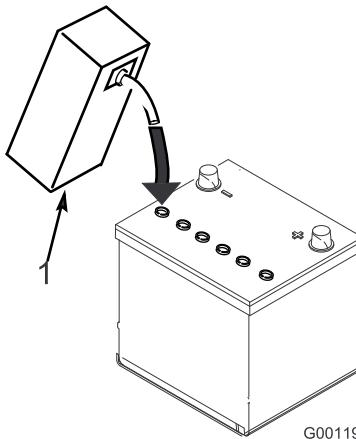

Figura 4
4. Attendete circa 20 o 30 minuti perché le piastre assorbano l'elettrolito. All'occorrenza rabboccate finché l'elettrolito non è a 6 mm circa dalla base della tazza di riempimento (Figura 4).
3. Riempite con cautela ciascun elemento di elettrolito finché le piastre non sono coperte con circa 6 mm di fluido (Figura 4).